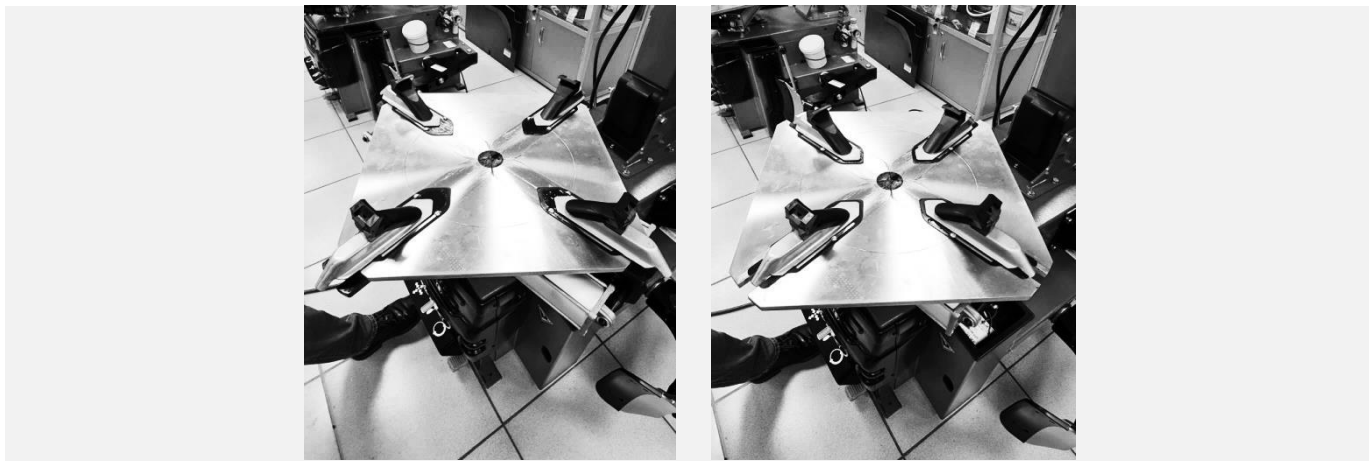

Рисунок 42
- Плавное нажатие педали управления зажимными кулачками до среднего положения, сведя зажимные кулачки таким образом, чтобы насечка на поворотном столе примерно соответствовала диаметру колеса, промаркированному на ползуне кулачка (см. Рисунок 42).